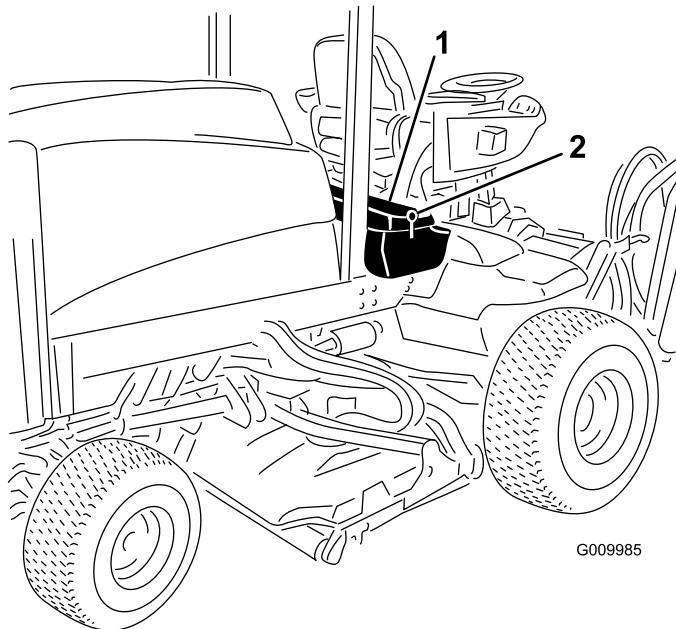
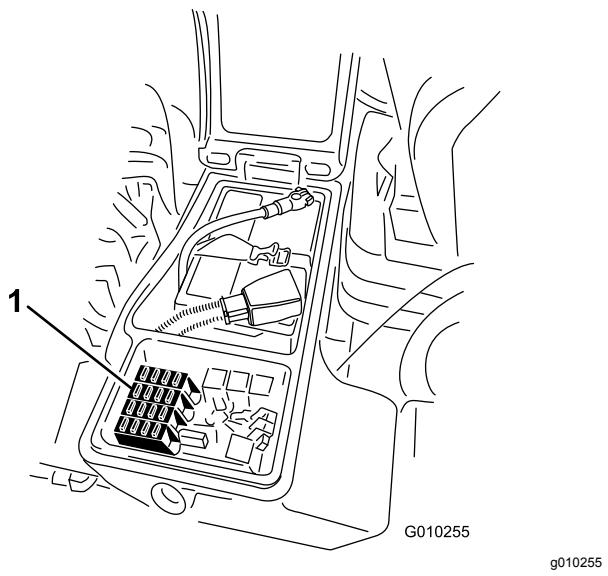

Bild 77
Bild 78
- Lösen Sie den Riegel für die Abdeckung des rechten Ablagekastens und heben Sie die Abdeckung (Bild 77) hoch, um an den Sicherungsblock zu gelangen (Bild 78).
- Wechseln Sie ggf. die offenen Sicherungen aus (Bild 78).
3. Schließen Sie die Abdeckung des rechten Ablagekastens und befestigen Sie die Abdeckung mit dem Riegel (Bild 77).